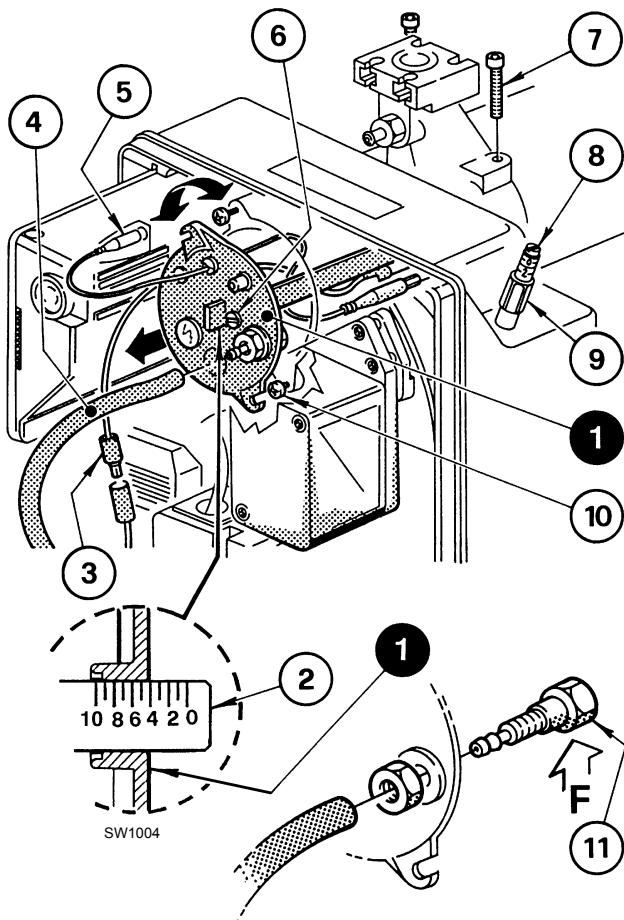

Fig. 11
Se realiza girando en el sentido de las agujas del reloj o en sentido contrario el tornillo de regulación 6)(Fig. 11), hasta que la muesca hecha en la brida de regulación 2) coincida con el plano externo del grupo cabezal 1).
En la Fig. 11, la brida de regulación del cabezal está regulada en la muesca 4.
Para extraer el grupo cabezal (Fig. 11) es necesario:
Volver a montar siguiendo el mismo procedimiento antes descrito en el orden inverso, colocando el grupo cabezal 1)(Fig. 11) en su posición original.
Enroscar los tornillos 7)(Fig. 11) sin apretarlos hasta que hagan tope. Después apretarlos con el par de torsión de 3 - 4 Nm.
Si la toma de presión del aire (11) (Fig. 11) se afloja accidentalmente, reapretarla asegurándose que el orificio (F) (Fig. 11) situado en la parte interna del grupo cabezal (1)(Fig. 11) esté orientado hacia abajo.